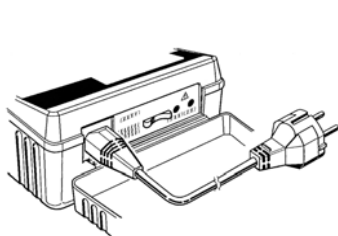
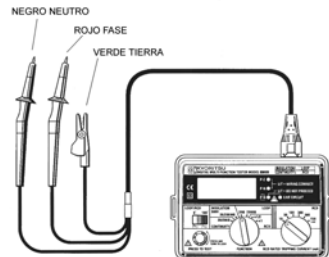

Fig 9
Fig 10
5. Conecte el instrumento al diferencial a comprobar mediante el cable con clavija (vea Fig.9) o utilizando el cable de prueba CABLE TRIFILAR (opcional) (vea Fig. 10).
3. Si realiza la prueba en un enchufe, conecte el cable de prueba con conector al K6010A e inserte el conector en el enchufe a comprobar (vea Fig9).
7. Si comprueba circuitos de alumbrado u otros circuitos, conecte el cable de prueba de tres hilos CABLE TRIFILAR K6010A (opcional). Conecte el cable rojo (fase) a la fase del circuito a comprobar, conecte el cable negro (neutro) al neutro del circuito a comprobar, y conecte el cable de tierra al Tierra asociado con el circuito. (vea Fig.10).